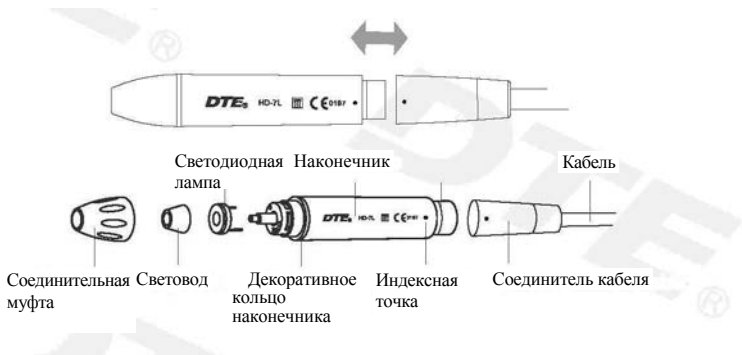

Рис. 2
2.2.1 Указания по основным компонентам съемного наконечника (Рис. 2).